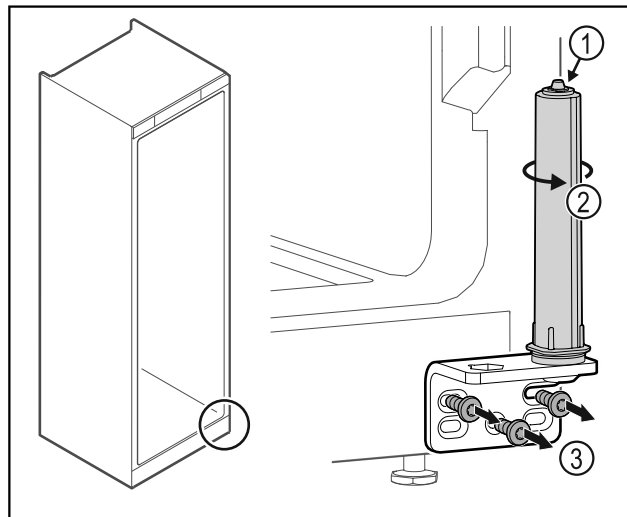

Fig. 34
- Deursluitsysteem niet uit elkaar halen Fig. 34 (1).
- Sluitsysteem Fig. 34 (2) draaien tot het klikt.
- Scharnierhoek Fig. 34 (3) losschroeven.